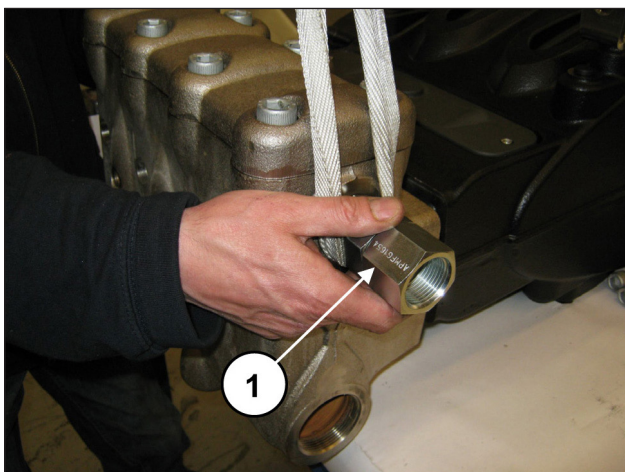

Рис. 108
При демонтаже торца старайтесь не задеть поршни (поз. ①, Рис. 108).